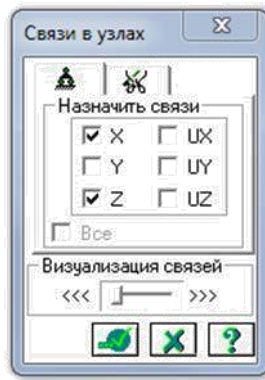

Рис.3.8. Диалоговое окно Связи в узлах
- С помощью пункта меню Схема Связи (кнопка  на панели инструментов) вызовите диалоговое окно Связи в узлах (рис. 3.8). В этом окне с помощью установки флажков отметьте направления, по которым запрещены перемещения узлов (X, Z).